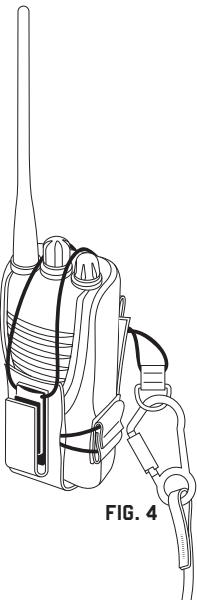

FIG. 4
4. Attach a tool lanyard to the D-Ring to complete an appropriate tethering system (refer to Using A Tethering System instructions). [fig 4]
4. Coloque un cordón de seguridad en la anilla en D para completar adecuadamente el sistema de sujeción (consulte las instrucciones sobre Cómo utilizar un sistema de sujeción). [Fig. 4]
4. Attachez à l'anneau une longe à outils afin d'obtenir un système d'attache approprié (voir la section Utilisation d'un système d'attache). [fig. 4]